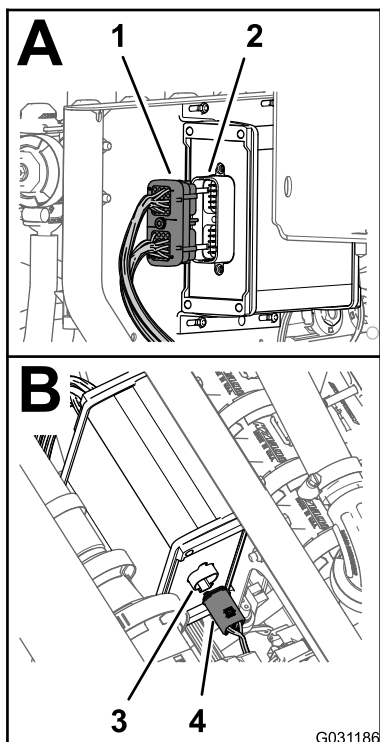

Figure 161
1. Alignez le connecteur à 40 douilles, identifié par **ASC 10**, de la branche de 203 cm du faisceau et le connecteur à 40 broches du contrôleur du pulvérisateur (Figure 161).
3. Alignez le connecteur à 4 douilles identifié par **To ASC 10** de la branche de 203 cm du faisceau et le connecteur à 4 broches du contrôleur du pulvérisateur (Figure 161).